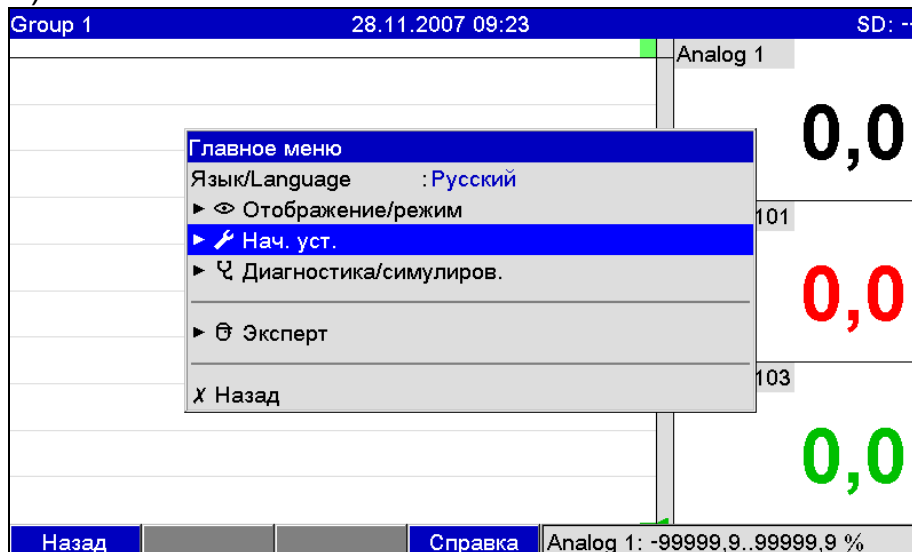
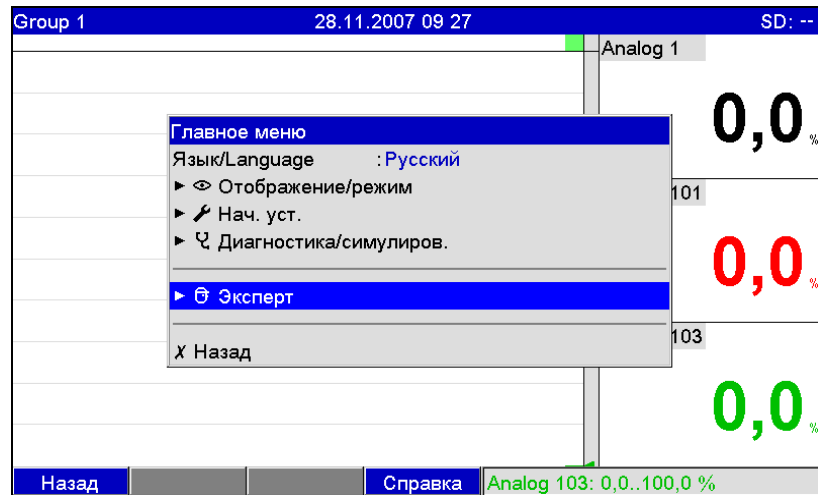
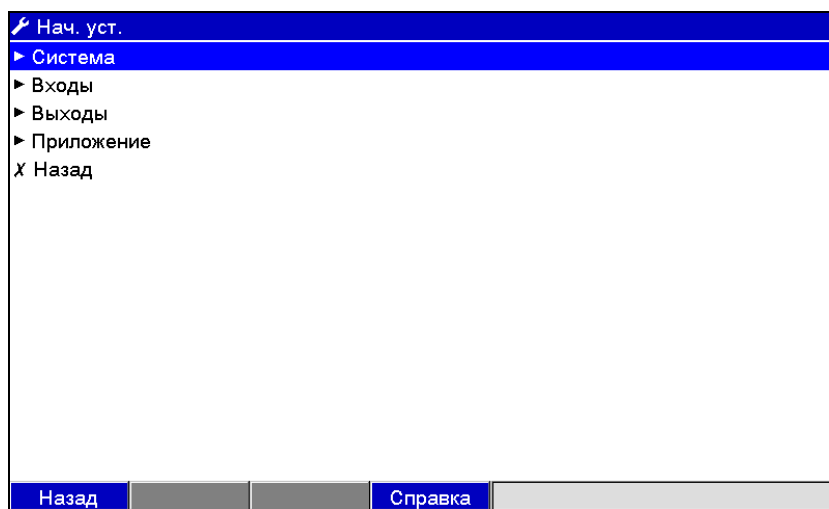

Рисунок 7 – Начальная установка в главном меню
Рисунок 8 – Экспертная установка в главном меню
Рисунок 9 – Окно начальной установки
5.4.7.1 В приборе имеется два режима установки: начальная (рисунок 7) и экспертная (рисунок 8). Все настройки необходимые для эксплуатации прибора загружаются при начальной установке (рисунок 9), дополнительные настройки – при экспертной (например, код прямого доступа, сервис).